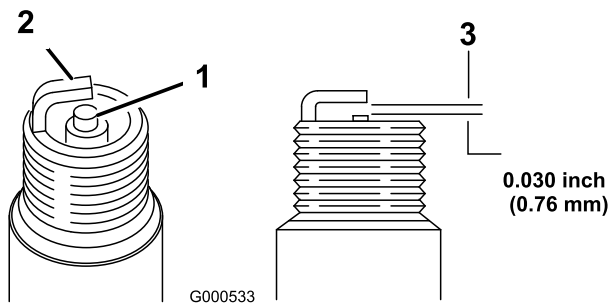

Figura 18
5. Ajuste la distancia entre los electrodos a 0.76 mm (0.03"), según se muestra en Figura 18.